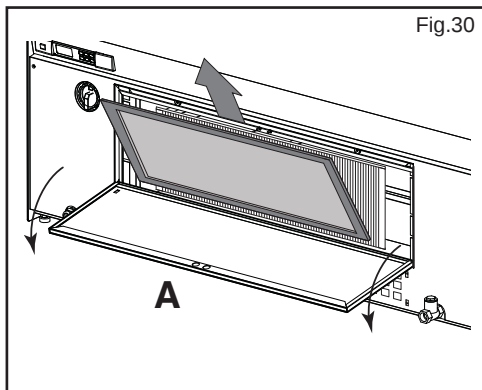

Fig.30
- Aprire lo sportello del filtro condensatore (fig.30 pos.A)